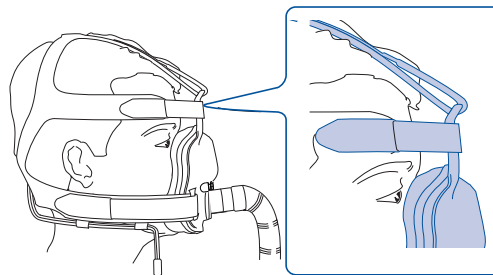

Bild: 6
- 6 Den inpassade masken bör se ut så här (bild 6):